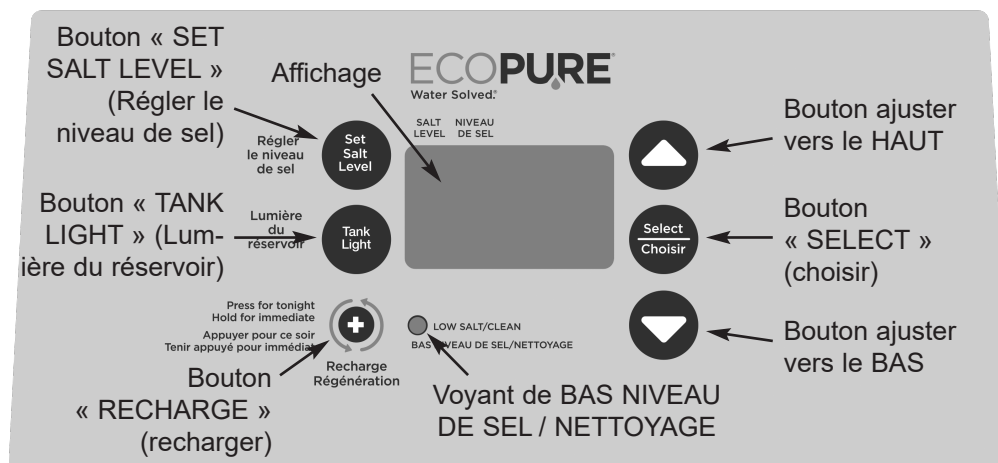

FIG. 16
5. Amorçez la régénération en appuyant le bouton RECHARGE (Recharger) (Régénérer) pendant 3 secondes (voir la figure 16 à la page 13). Le moteur de la soupape se met en marche et la soupape avance en position « Remplir ».